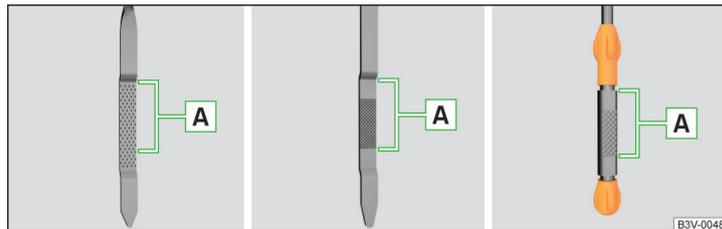

Abb. 320 Ölmesstabvarianten
Der Ölstand muss im Bereich **A** liegen » Abb. 320. Liegt der Ölstand unterhalb des Bereichs **A**, das Öl nachfüllen.
- Der Ölstand darf keinesfalls außerhalb des Bereichs **A** liegen » Abb. 320 - anderenfalls besteht die Gefahr der Beschädigung des Motors sowie der Abgasanlage.